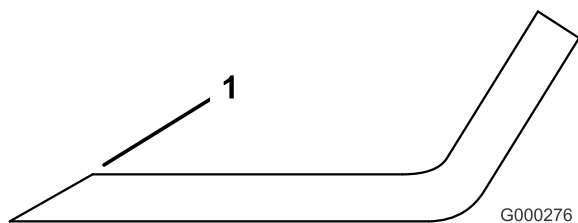

Figura 32
3. Inspeccione los filos de corte de todas las cuchillas. Afile los filos de corte si están romos o tienen mellas. Afile únicamente la parte superior del filo y mantenga el ángulo de corte original para asegurar un filo correcto (**Figura 32**). La cuchilla permanecerá equilibrada si se retira la misma cantidad de metal de ambos filos de corte.